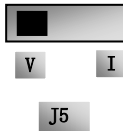

图 5-5
(5) 闭合 DI3 开关，电机开始正向运转；
- (6) 在运行中，断开 D13 开关，再闭合 D14 开关，电机运行方向改变；
- (7) 断开 D13 开关和 D14 开关，电机减速，直到停止运行；
- (8) 断开空气开关，变频器断电。
- (9) E600 5.5kW 及以下机型仅有一路模拟量输出端子 A01，E600 7.5~22kW 相关整机有两路模拟量输出端子 A01、A02，A02 端子只可以输出电流信号；A01 端子既可以输出电压信号也可以输出电流信号，电压电流输出选择开关是 J5，见图 5-5，A01 输出关系如表 5-3。